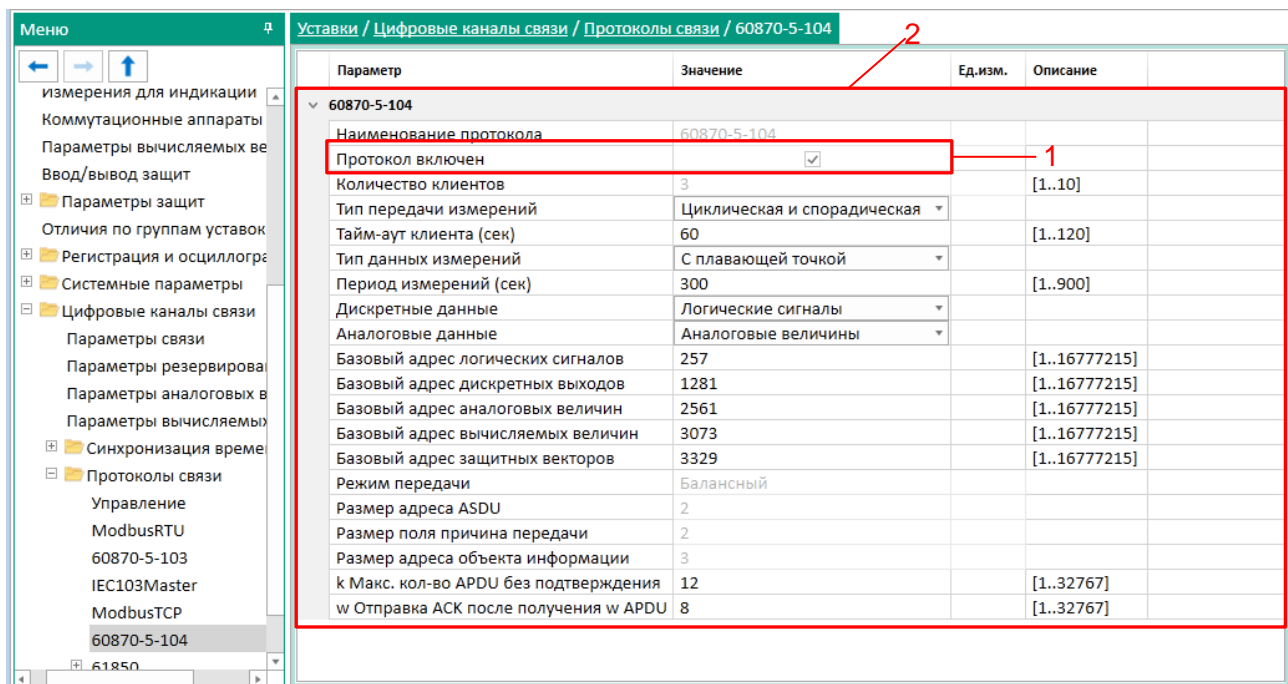

Рисунок 12 – Настройка протокола МЭК 60870-5-104
3.4.2.1 Установить флажок **Протокол включен**, если он не был установлен (см. рисунок 12, поз. 1).
3.4.2.2 Установить параметры протокола МЭК 60870-5-104 в соответствии с проектом. Значения параметров протокола по умолчанию показаны на рисунке (см. рисунок 12, поз. 2). Описание параметров протокола МЭК 60870-5-104 приведено в таблице 3.